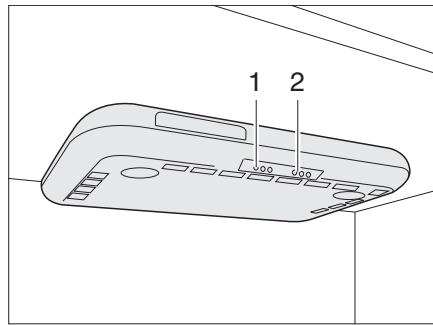

Bild 237 Dunstabzug
- Den Dunstabzug mit dem Schalter (Bild 237,1) ein- und ausschalten.
- Die Kochstellenleuchten mit dem Schalter (Bild 237,2) ein- und ausschalten.